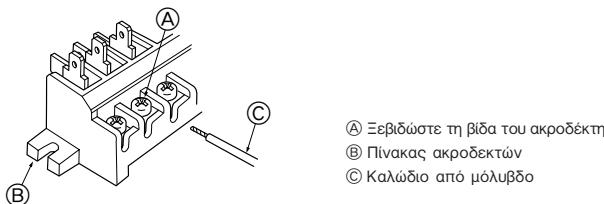

Fig. 7-6
- Προσέξτε να μην κάνετε κακή σύνδεση των καλωδίων. (Fig. 7-6)